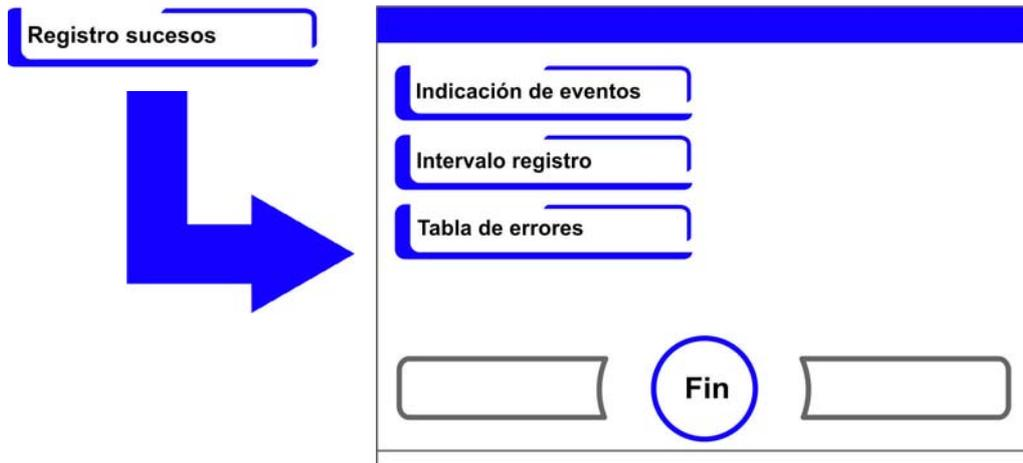

Figura 6-31. Menú de opciones Registro sucesos
El menú de selección Registro de datos (Figura 6-31) permite acceder a los cuadros de diálogo de registro y visualización de las incidencias que se producen durante el funcionamiento del aparato:
- Se muestra el cuadro de selección de Figura 6-31.